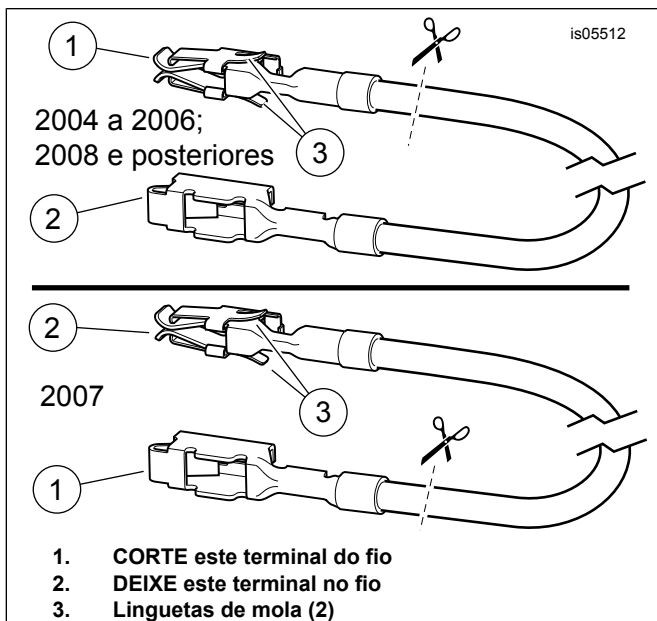

Figura 9. Fio adaptador do bloco de fusíveis (FL Touring)
- Pegue o fio adaptador laranja/branco do bloco de fusíveis (11) do kit. **Para modelos ano 2004 a 2006:** observe o terminal em cada extremidade (veja Figura 9, **vista superior**). Somente o terminal **SEM linguetas de mola** caberá na cavidade de fusível. Corte cuidadosamente o terminal **COM** linguetas de mola do fio e descarte-o. **Para modelos ano 2007:** observe o terminal em cada extremidade (veja Figura 9, **vista inferior**). Somente o terminal **COM linguetas de mola** caberá na cavidade de fusível. Corte cuidadosamente o terminal **SEM** linguetas de mola do fio e descarte-o.